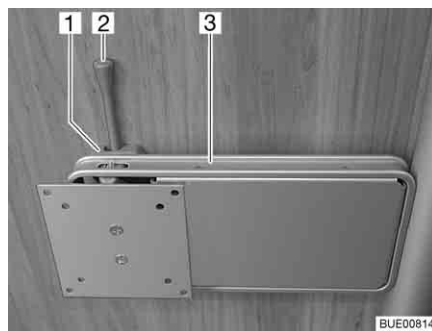

Fig. 63 Fijación en la columna
- Empujar la palanca de desbloqueo (Fig. 63,2) hacia el lado y girar el soporte (Fig. 63,3) junto con la pantalla plana a la posición deseada.
- Girar la pantalla plana hacia la posición inicial hasta que el soporte (Fig. 63,3) engatille en el bloqueo (Fig. 63,1).